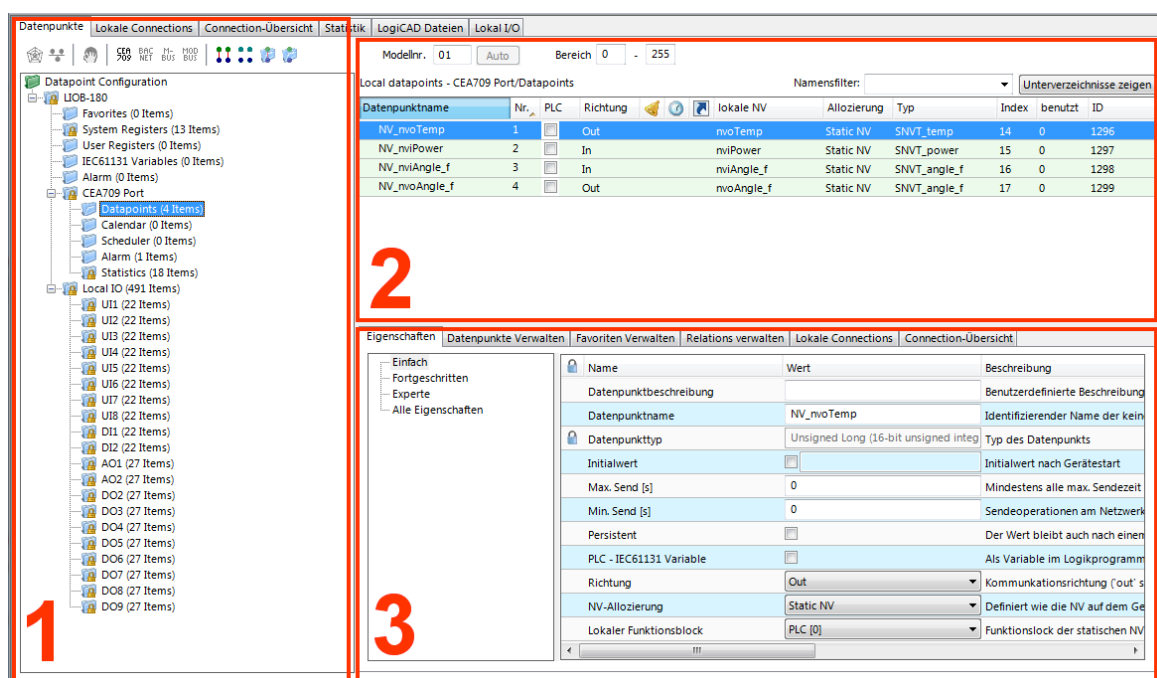

Abbildung 82: Datenpunktmanager-Dialog
Der Configurator verwendet ein zentrales Konzept um Datenpunkte zu verwalten. Der Datenpunktmanager ist im Karteireiter **Datapoints** zu finden, siehe Abbildung 82. Er wird verwendet, um Datenpunkte zu selektieren, anzulegen, zu editieren und zu löschen. Der Dialog ist in drei Abschnitte unterteilt:
- Die Ordnerliste (Nummer 1 in Abbildung 82),
- die Datenpunktliste (Nummer 2 in Abbildung 82)
- und die Property-Anzeige (Nummer 3 in Abbildung 82).